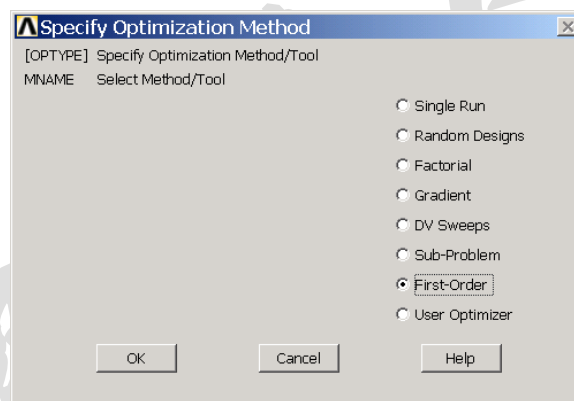

图12.41 选择优化方法
(33) 下面选择优化工具。单击 **Main Menu>Design Opt>Method/Tool** 菜单，弹出如图 12.41 所示的【Specify Optimization Method】对话框。选择【First-Order】（一阶方法），然后单击【OK】按钮。